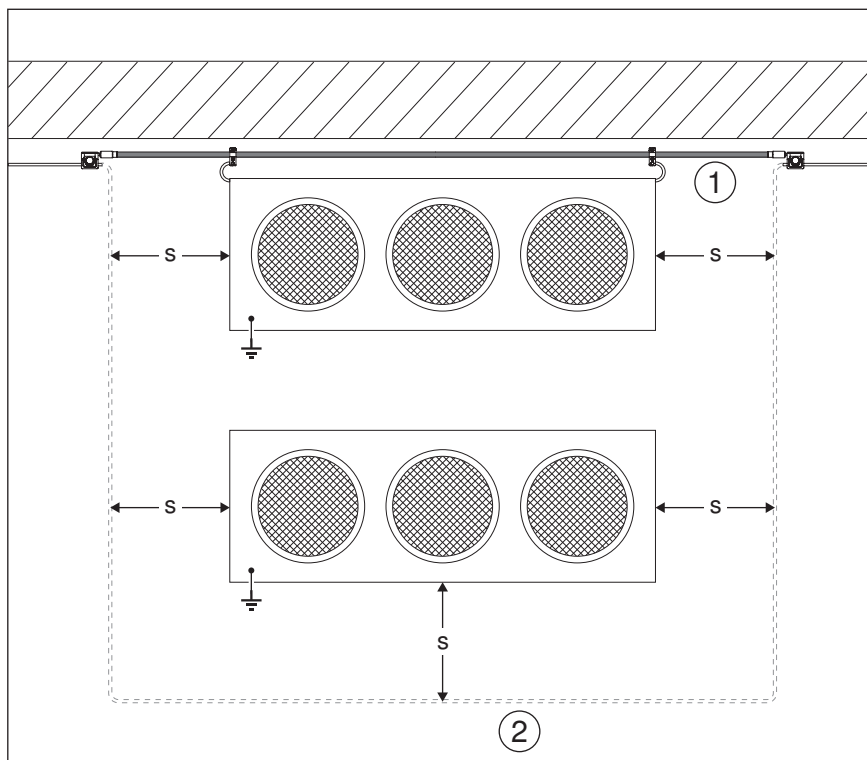

Рис. 68: Токоотвод isCon, соединенный со стандартным кольцевым проводом
В зонах, где стандартный кольцевой провод с соблюдением необходимого разделительного интервала s (например, по отношению к кровельным надстройкам) можно проложить только с учетом пространственных требований (см. Рис. 68 № ②), токоотвод isCon ① можно интегрировать в образованный им контур, при условии что $s \leq 0,75$ м.